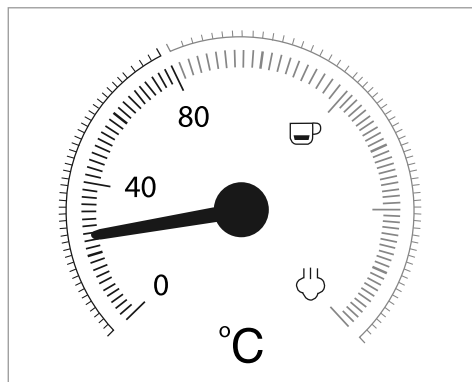

Figure 1
L'affichage de température (2) indique le niveau de préchauffe de l'appareil (Figure 1).